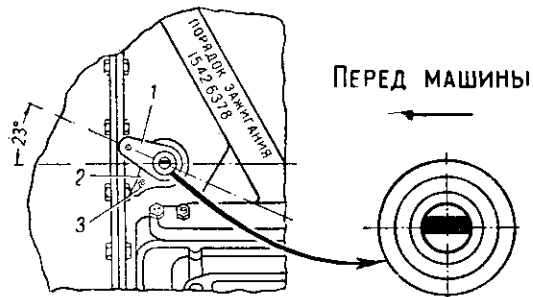

Рис. 89. Установка привода распределителя:
— вставьте привод распределителя в отверстие блока так, чтобы прорезь в валике привода была направлена вдоль оси двигателя и смещена вправо, считая по ходу машины (рис. 89);
— закрепите корпус 1 привода распределителя зажигания держателем 2, завернув гайку 3. При этом кронштейн с резьбовым отверстием, имеющимся на корпусе 1 привода распределителя, должен быть направлен вперед по ходу машины и повернут на 23° от продольной оси двигателя, как показано на рис. 89.
- ослабьте гайку 3 (см. рис. 89) крепления держателя привода распределителя зажигания;